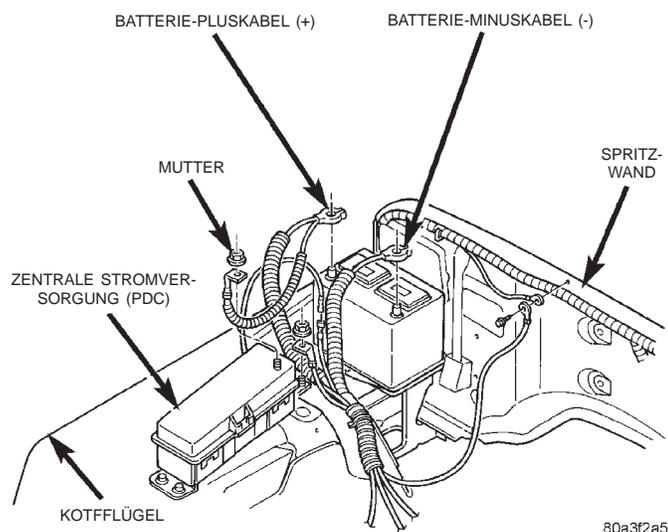

Abb. 29 Zentrale Stromversorgung (PDC)
- (1) Batterie-Minuskabel (-) abklemmen und elektrisch isolieren.
- (2) Die Abdeckung von der zentralen Stromversorgung (PDC) abnehmen (Abb. 29).
- (3) Näheres zur Lage und zur Kennung des Kupplungsrelais siehe PDC-Aufkleber.
- (4) Kupplungsrelais aus der zentralen Stromversorgung herausziehen.
- (5) Kupplungsrelais in die PDC einbauen. Dabei die Relaisanschlüsse mit den Steckplätzen des Relais in der PDC ausrichten und Relais fest einstecken.
- (6) Abdeckung auf der PDC einbauen.
- (7) Batterie-Minuskabel (-) anschließen.
- (8) Das Kupplungsrelais auf einwandfreie Funktion überprüfen.